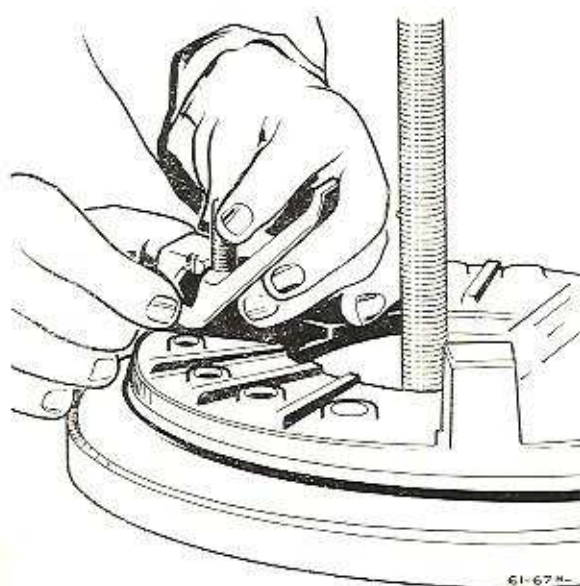
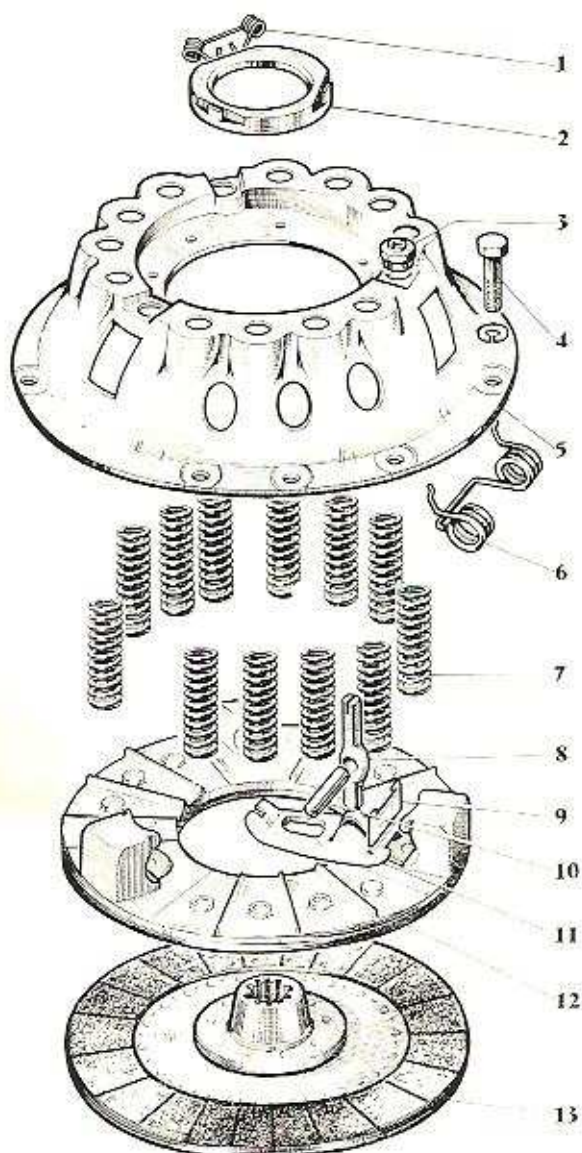

Fig. 16
Fig. 13
- Lever les leviers (11, fig. 13) pour dégager les butées de leviers (9, fig. 13) et les boulons à œil (8, fig. 13), extraire les axes de leviers (voir fig. 16).
- Placer le plateau d'embrayage (12, fig. 13) en appui sur les pastilles MISI posées sur le presseur MAMU.
— Démonter les six vis TH (4, fig. 13) retenant le mécanisme sur le volant en procédant progressivement et en croix.
— Démonter les écrous de réglage (3, fig. 13).
— Dégrafer les ressorts de rappel des leviers de l'embrayage (6, fig. 13).
— Dégrafer les ressorts de retenue de la bague de débrayage (1, fig. 13) et dégager la bague (2, fig. 13).